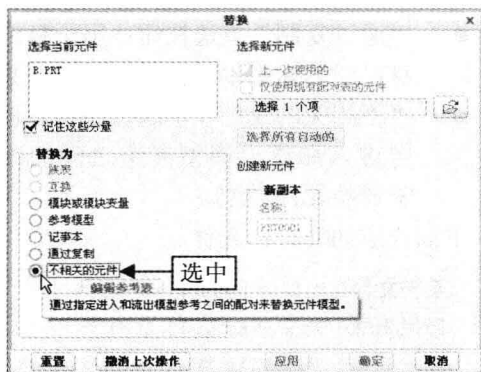

图 11-59 选中相应单选按钮
Step 03 弹出“替换”对话框, 在“替换为”选项区中选中“不相关的元件”单选按钮, 如图 11-59 所示。